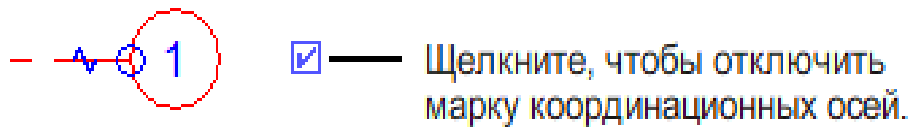

Рисунок 3.32. Флажок для включения/отключения видимости оси
3. Revit отобразит флажок рядом с маркой оси (рисунок 3.32). Чтобы увидеть его, возможно, придется увеличить масштаб изображения.